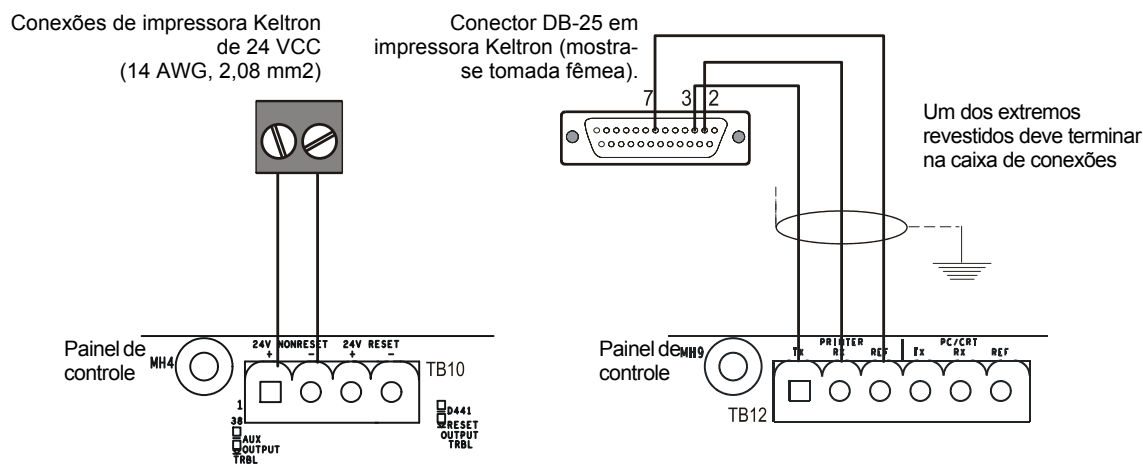

Figura 3.27 Conexões de impressora Keltron
1. Conecte os três (3) contatos abertos do cabo personalizado no bloco do terminal TB12 no painel de controle, como aparece na figura 3.27.
2. Conecte a energia CC do bloco do terminal TB10 no painel de controle, como aparece na figura 3.27.